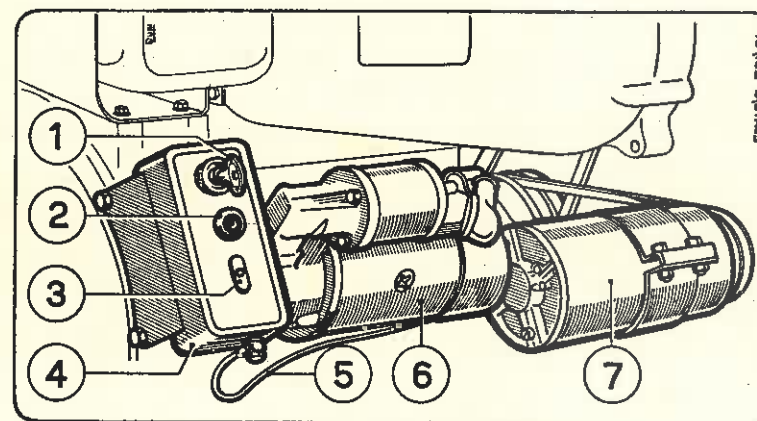

Fig. 9 - APPARECCHIATURA
b) Avviamento elettrico: (Fig. 9).
NOTA - L'indicatore di pressione olio, quando il motore è dotato d'impianto elettrico d'avviamento, viene installato nel cruscotto (Fig. 9) e collegato al raccordo sul basamento tramite apposito tubo.